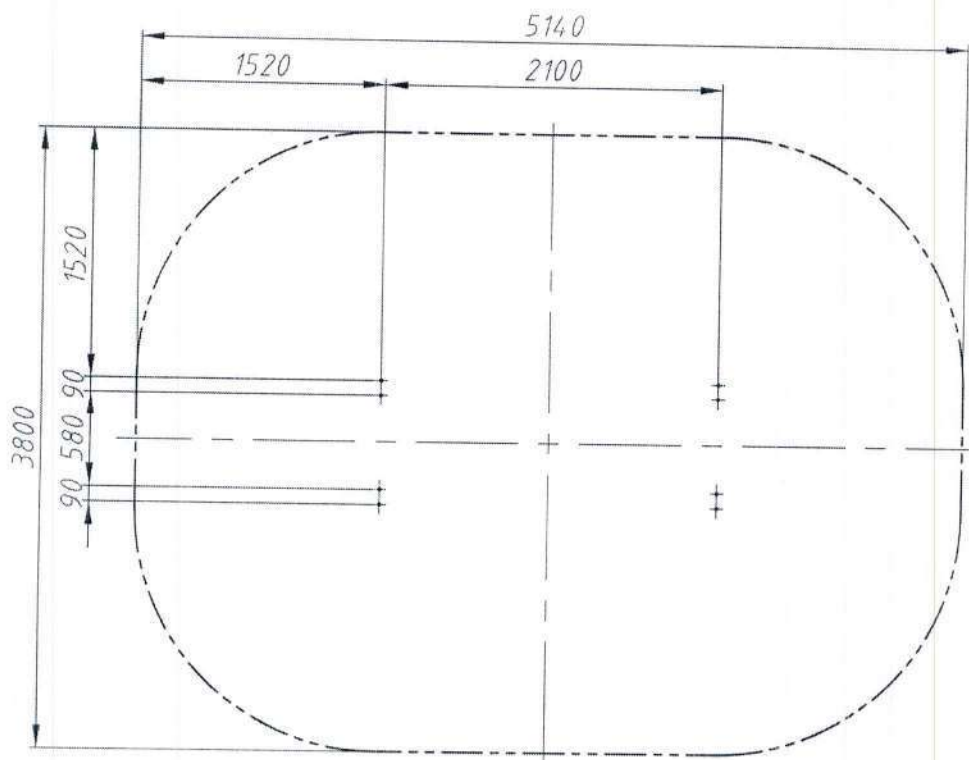

Рис.4 Разметка отверстий для установки Лианы РТР 043
12.6. Монтаж Лианы на твердое основание заключается в креплении ее к основанию при помощи анкеров. Для этого произвести разметку на полу согласно рис. 4 (в качестве шаблона можно использовать отверстия во фланцах Лианы), по которой просверлить отверстия под анкерные болты (не входят в комплект поставки).